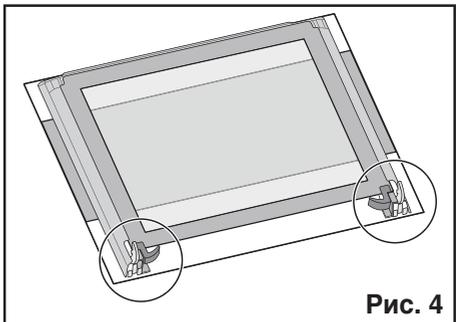

Рис. 4
6. осторожно положите дверцу духового шкафа на устойчивую поверхность, накрытую мягкой тряпкой, чтобы не поцарапать поверхность ручки (Рис. 4);